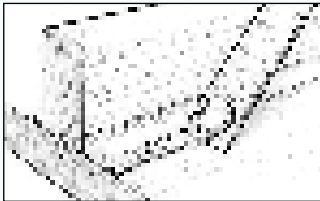

Abbildung 14 Streifen Sie das überschüssige Epoxidharz außerhalb der Markierung der Hohlkehle ab.
3. Streifen Sie das außerhalb der Markierung an den Bauteilen herausgequollene Material mit einem Mixstab oder einer Spachtelklinge ab (Abbildung 14). Glasgewebe oder Streifen können auflamiert werden, bevor die Hohlkehle ausgehärtet ist. (Natürlich kann dies auch nach dem Aushärten und erneutem Anschleifen erfolgen.)